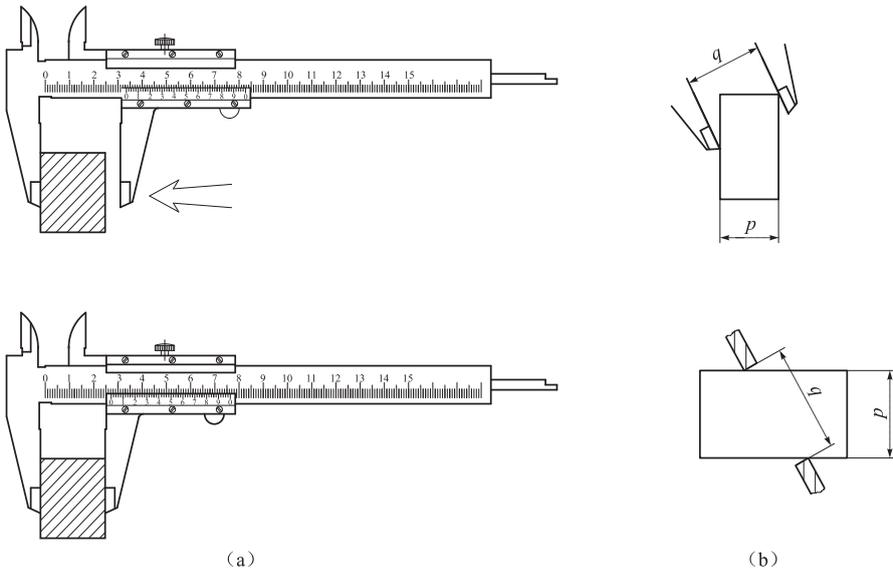

图 2-1-4 游标卡尺的使用要点
(1) 测量前先把量爪和被测表面擦干净，检查游标卡尺各部件的相互作用，如尺框移动是否灵活、紧固螺钉能否起作用等。
(2) 校对零位的准确性。两量爪紧密贴合，应无明显的光隙，尺身零线与游标零线应对齐。
(3) 测量时，应先将两量爪张开到略大于被测尺寸，再将固定量爪的测量面紧贴工件，轻轻移动活动量爪至量爪接触工件表面为止，如图 2-1-4 (a) 所示，并找出最小尺寸。测量时，游标卡尺测量面的连线要垂直于被测表面（测出尺寸  $p$ ），不可处于歪斜位置（测出尺寸  $q$ ），如图 2-1-4 (b) 所示，否则测量不准确。